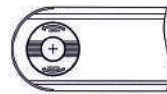

Рис. 3
- Установите крышку батарейного отсека, закрутите ее по часовой стрелке (рис. 3).